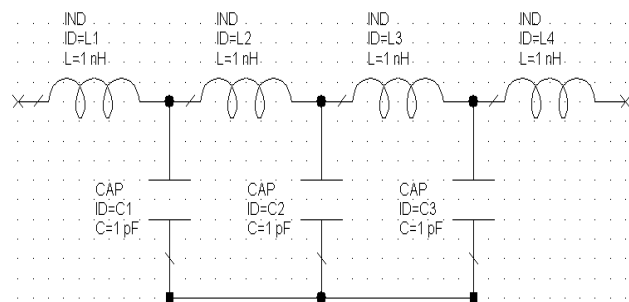

Рис. 2.6
2. Щёлкните (т. е. нажмите и отпустите) левой кнопкой мышки, чтобы зафиксировать начало провода, перетащите курсор к нижней клемме второго конденсатора C2, затем к нижней клемме последнего конденсатора C3 и снова щёлкните левой кнопкой мышки (рис. 2.6).